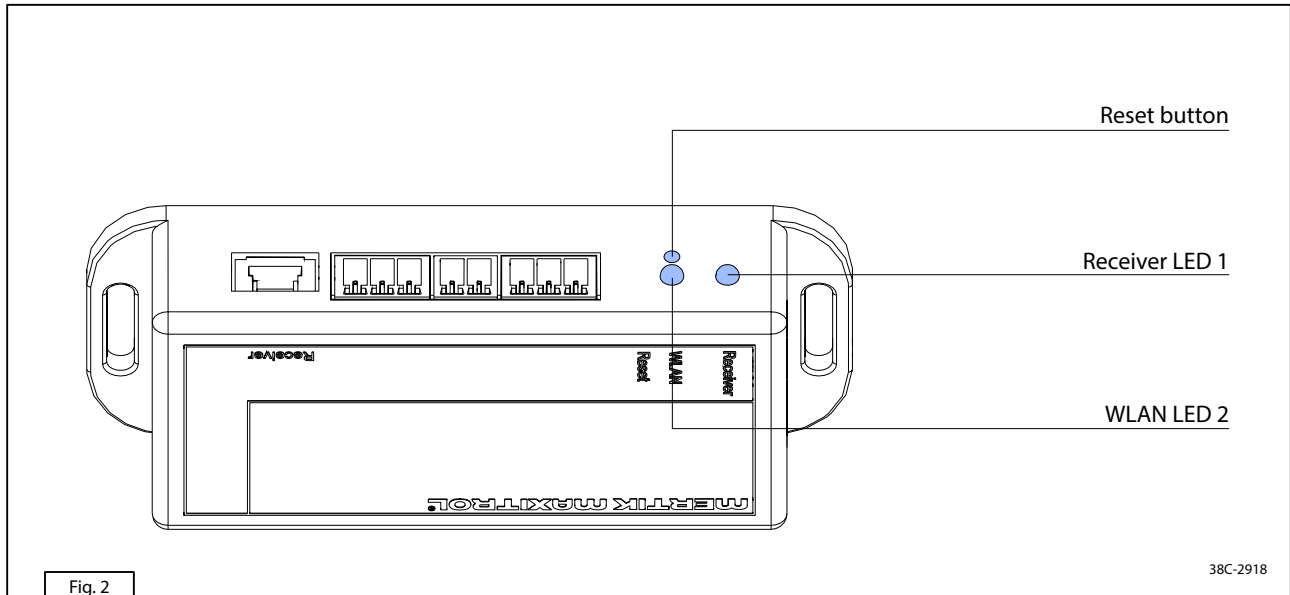

Fig. 2
Le module Wi-Fi est doté de deux indicateurs DEL différents et d'un bouton de réinitialisation (figure 2). Les différentes DEL et leurs couleurs sont indiquées dans le tableau 1-1.
Lors du démontage de la surface du brûleur, procédez comme suit (voir la figure 2) :
- Ajustez la bague de réglage du brûleur vertical gauche à l'aide de l'entretoise 8.5 (F) en utilisant la clé Allen fournie dans le kit de conversion (étape 1).
- Ajustez la bague de réglage du brûleur principal à l'aide de l'entretoise 10.5 (E) en utilisant la clé Allen fournie dans le kit de conversion (étape 2).
- Ajustez la bague de réglage du brûleur vertical droit à l'aide de l'entretoise 11 (G) en utilisant la clé Allen fournie dans le kit de conversion (étape 3).
- **Effectuez les étapes 1 à 6, section 1.2 (figure 2), dans l'ordre inverse.**